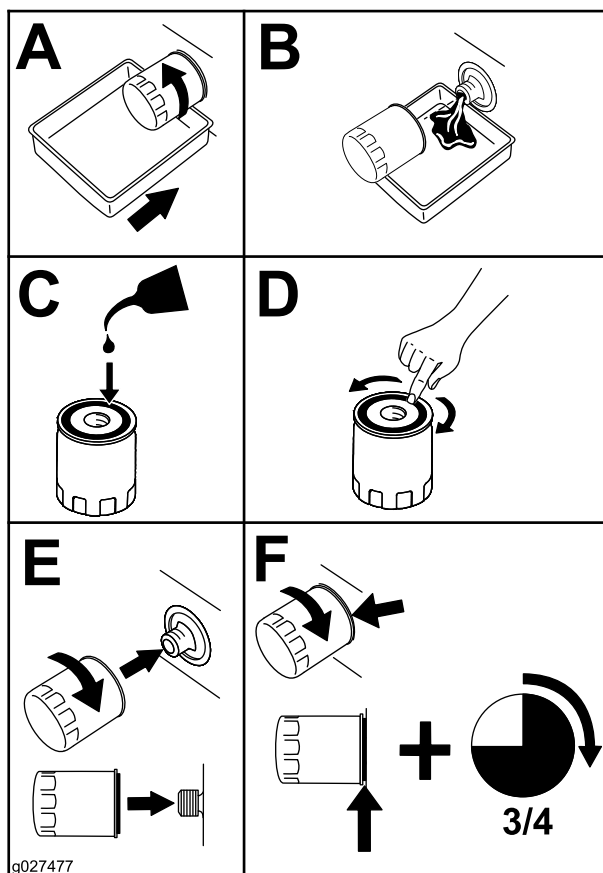

Figure 51
2. Remplacez le filtre à huile moteur (Figure 51).